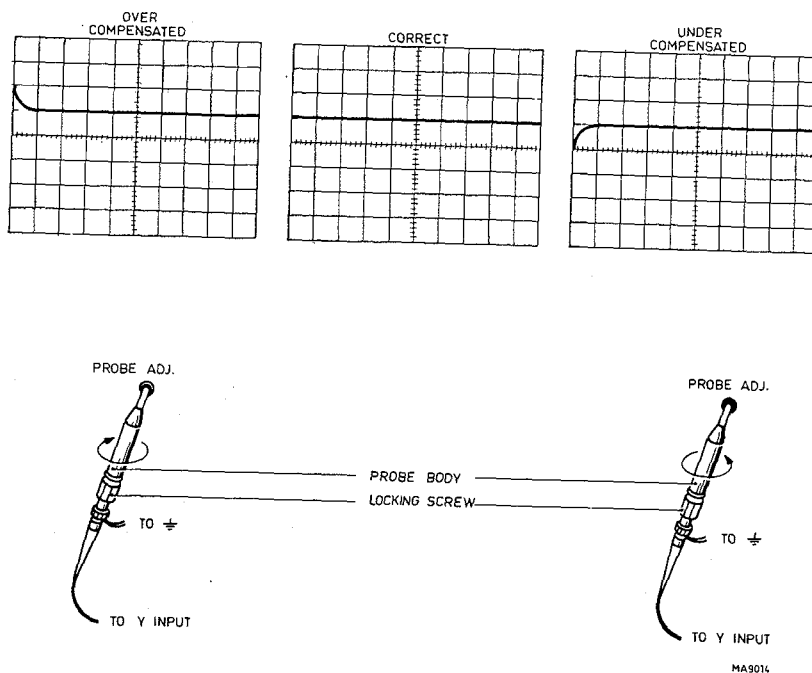

Abb. 2.3. Abgleich der Messköpfe PM 9326 und PM 9327
- Schalter AMPL/DIV (862) auf 5 mV/div stellen.
- Messkabel an Buchse A (851) anschliessen und die Messkopfspitze an den Anschluss PROBE ADJ (854) legen.
- Die Verriegelungsschraube lösen und den "Messkopfkörper" (siehe Abb. 2.3.) gegenüber dem Kabel so lange drehen, bis die richtige Einstellung erreicht ist.